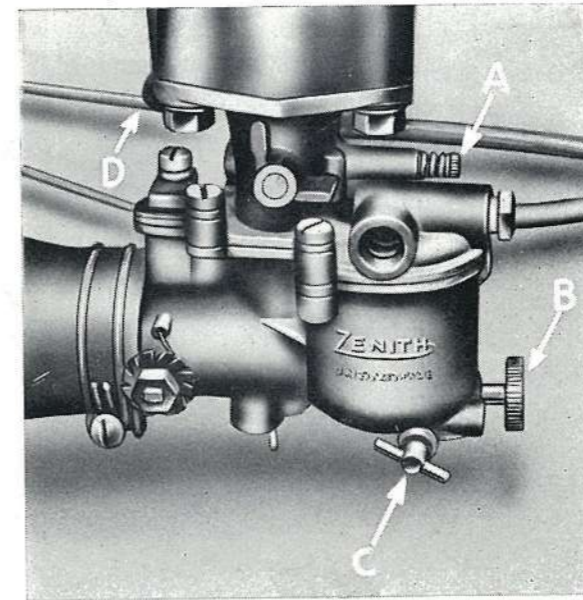

FIG. 36
Le carburateur Zénith 24 T 2 est du type vertical à courant ascendant. Il comporte : un gicleur d'alimentation (30) dont le débit est réglable par la vis (34), un gicleur de ralenti (38), un gicleur d'air (37), une vis de richesse (45), un tube d'émulsion (D) ainsi qu'une vis de réglage de vitesse du ralenti (D, fig. 36).
### RÉGLAGE (Fig. 36)